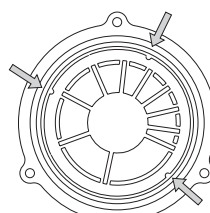

Fig. 9
2.8.2 Modalidad de descarga (fig. 9/a)
Los esquemas de fig. 9/a ilustran algunos ejemplos de los distintos tipos de modalidad de descarga separados.